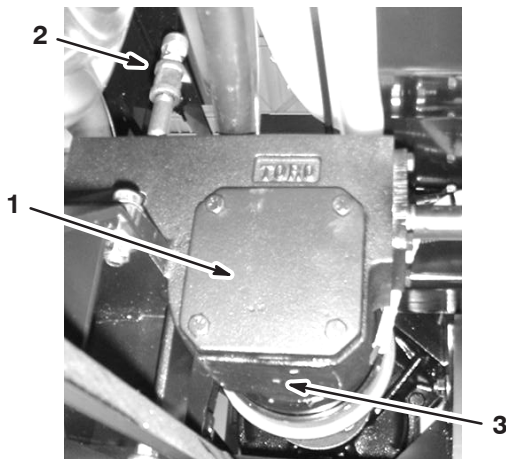

Bild 45
3. Entfernen Sie die Ablassschraube (Bild 45) und lassen Sie das Öl in das Auffanggefäß abfließen.